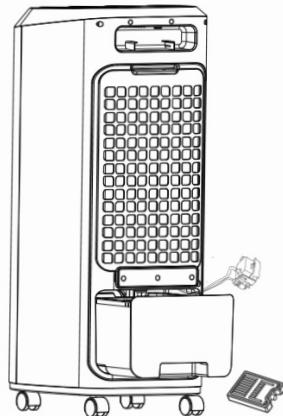

Imagen 2
2. Levante la bomba de agua al retirar el depósito de agua y saque el depósito del todo como se indica en la imagen 2.